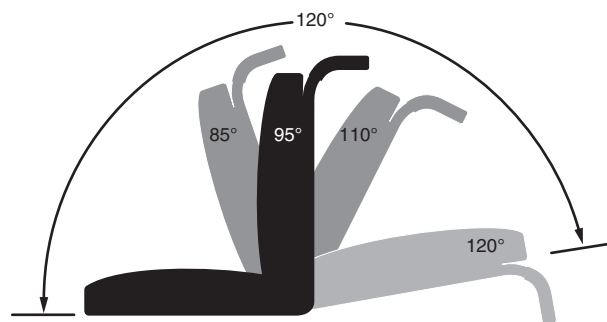

Figure 13. Option d'inclinaison manuelle—angles d'inclinaison minimum et maximum
Si votre siège TB-Flex est équipé de l'option inclinaison manuelle, vous pouvez régler le dossier à des angles allant de la position inclinée minimum (85° à partir de la base du siège) à la position d'inclinaison maximum (120° à partir de la base du siège). **Voir la figure 13.** Lorsque le siège est incliné à plus de 110°, le système d'inhibition sera activé. Le retour du siège à un angle inférieur à 110° rétablira l'alimentation au moteur.
2. Presser le poignées de libération de l'inclinaison, et positionner le dossier à l'angle désiré. **Voir la figure 13.**